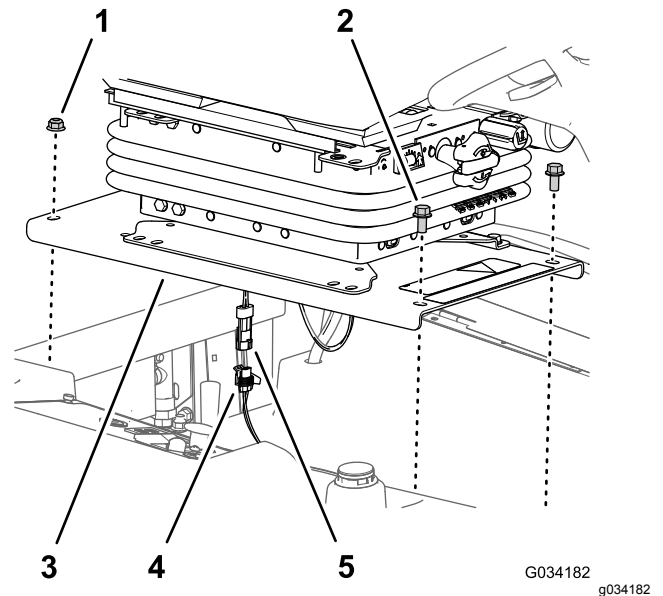

Figure 35
2. Retirez les 2 contre-écrous à embase ($\frac{3}{8}$ po) qui fixent l'arrière du socle au châssis de la machine (Figure 35).
4. Débranchez le connecteur à 2 broches du faisceau de la commande de présence de l'utilisateur du connecteur à 2 douilles du faisceau de câblage de la machine (Figure 35).
2. Rebranchez le connecteur à 2 broches du faisceau de la commande de présence de l'utilisateur au connecteur à 2 douilles du faisceau de câblage de la machine ; voir Figure 35.
3. Placez les trous arrière du socle du siège (Figure 35) devant les 2 boulons de carrosserie ($\frac{3}{8} \times 1$ po) du profilé de radiateur.
4. Fixez le socle du siège (Figure 35) sur les boulons de carrosserie à l'aide des 2 contre-écrous à embase ($\frac{3}{8}$ po) que vous avez
1. Retirez les 2 boulons à embase ($\frac{3}{8} \times \frac{3}{4}$ po) qui fixent l'avant du socle au châssis de la machine (Figure 35).
- Placez les trous avant du socle du siège (Figure 35) devant les filetages des tiges du réservoir.
- Fixez le socle du siège (Figure 35) sur les tiges du réservoir à l'aide des 2 boulons à embase ($\frac{3}{8}$ x $\frac{3}{4}$ po) que vous avez retirés à l'opération 1 de Dépose du siège et de son socle \(page 42\).